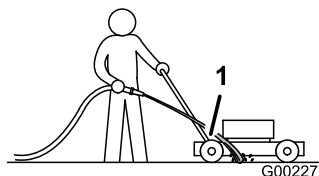

Figura 28
3. Mantenha a mangueira ligada ao nível do manípulo e direcione a água para fluir para o solo mesmo em frente do pneu traseiro direito (Figura 28).